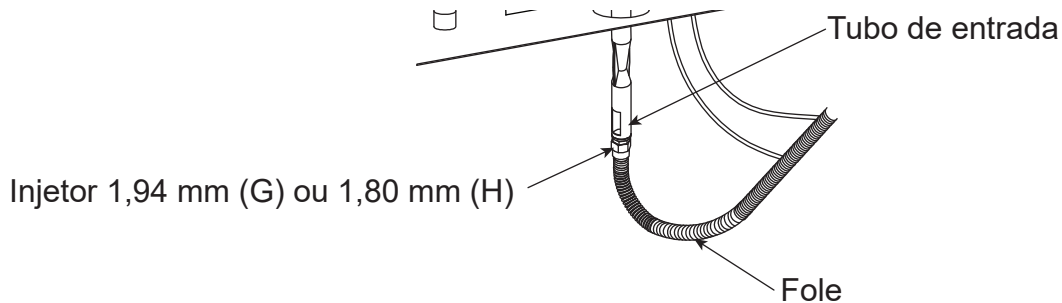

Figura 4
- (2). Substitua o injetor de 2,05 mm pelo injetor de 1,94 mm (G) ou 1,80 mm (H), enroscando firmemente o injetor (G) ou (H) ao fole (ver Figura 4).